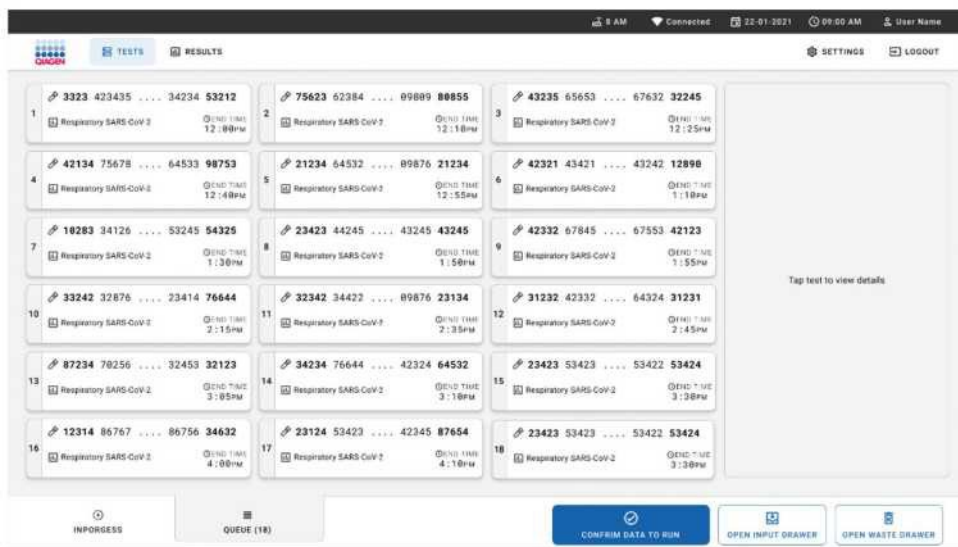

Рис. 30. Пример экрана очереди.
15. После успешного сканирования будет показана очередь (рис. 30). Просмотрите показанные данные. В случае ошибки нажмите кнопку «**OPEN INPUT DRAWER (Открыть загрузочный лоток)**», извлеките и повторите сканирование соответствующего картриджа, выполнив этапы 10–13.